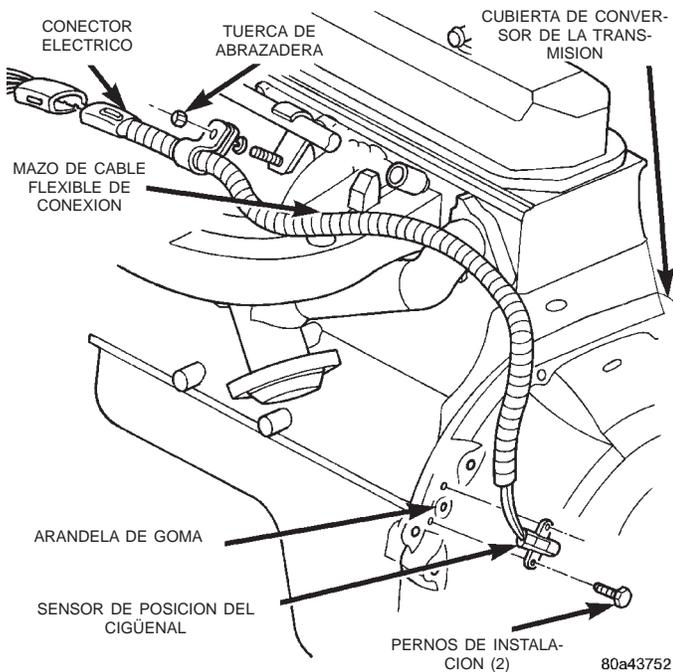

Fig. 8 Sensor de posición del cigüeñal—Motor 4.0L
(13) Asegure la caja de cambios, si está instalada, en el gato con cadenas de seguridad.
(14) Desconecte la articulación de cambios de la caja de cambios, si está instalada.
(15) Retire las tuercas que fijan la caja de cambios a la transmisión, si están instaladas.
(16) Retire la caja de cambios, si está instalada.
(17) Retire el sensor de posición del cigüeñal (Fig. 7), (Fig. 8).